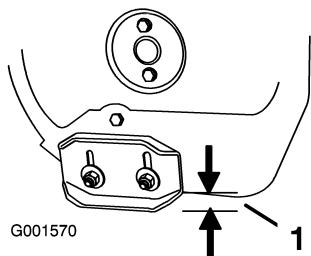

Figure 43
2. Desserrez les écrous de fixation des deux patins aux côtés de la fraise à neige jusqu'à ce que les patins puissent coulisser aisément vers le haut et vers le bas (Figure 43).